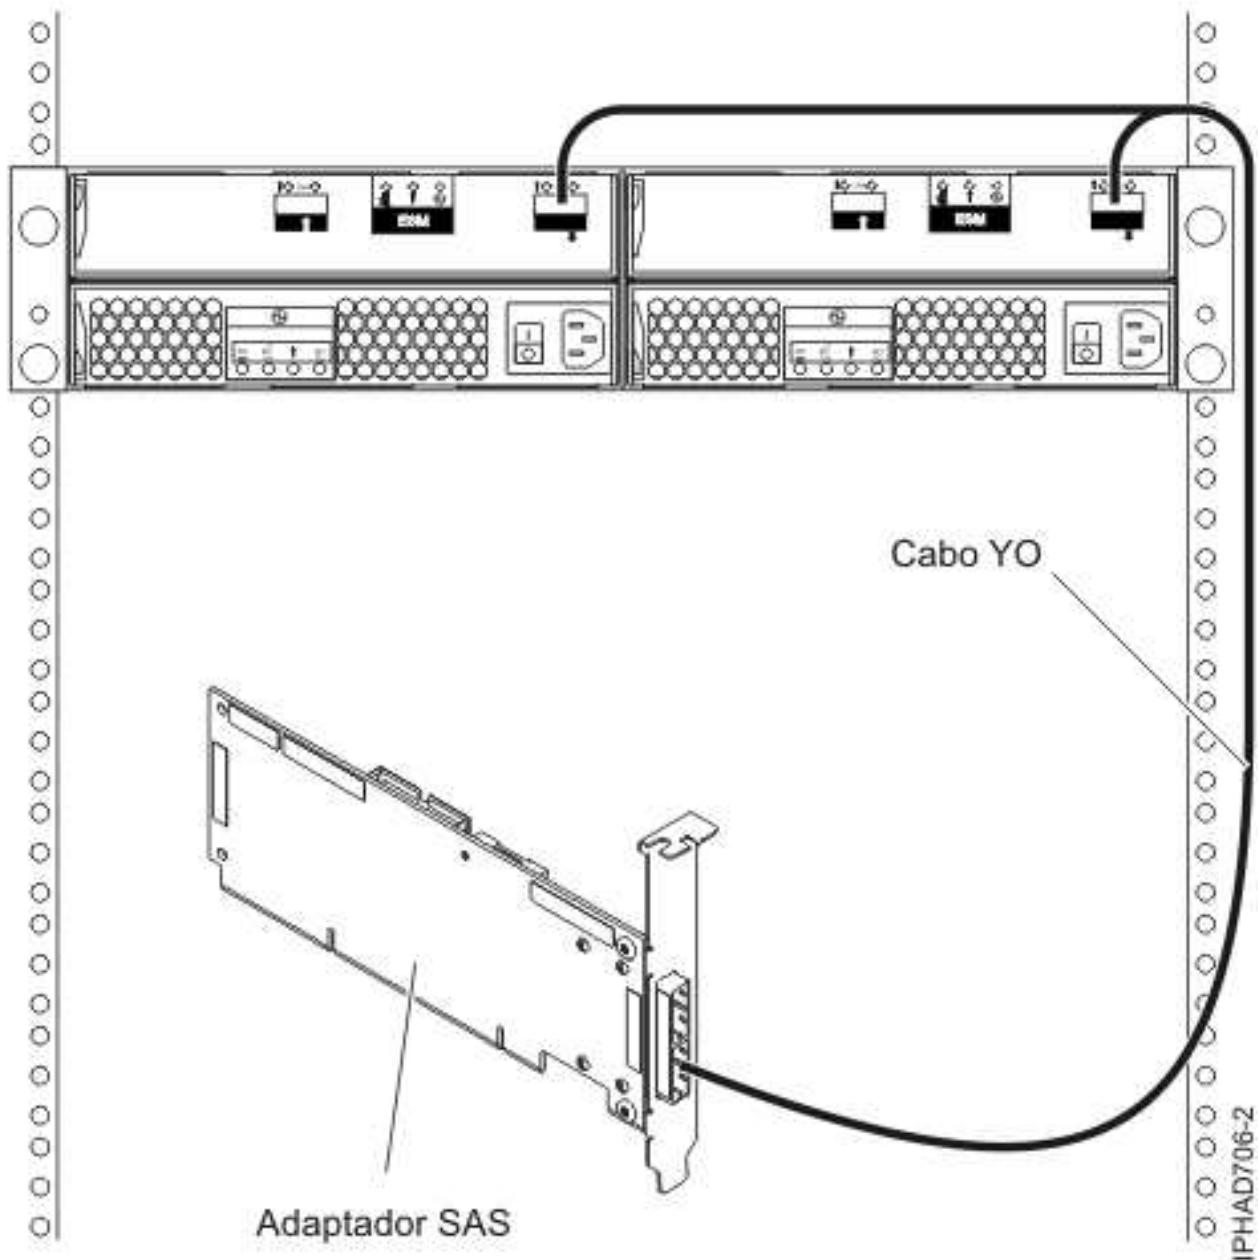
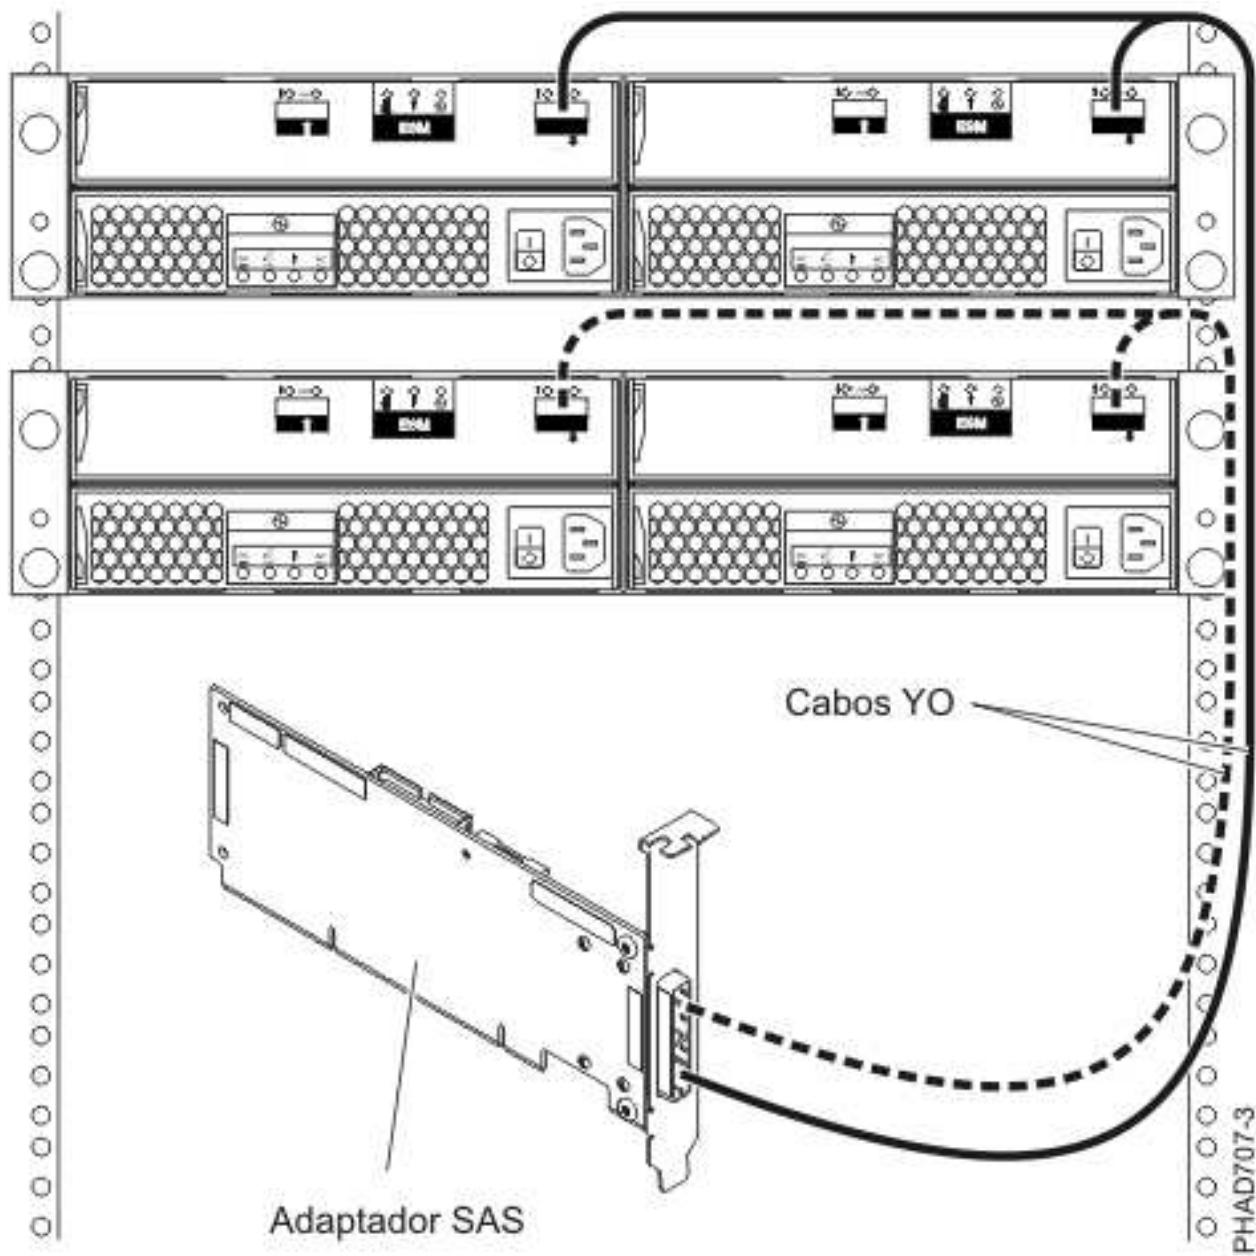
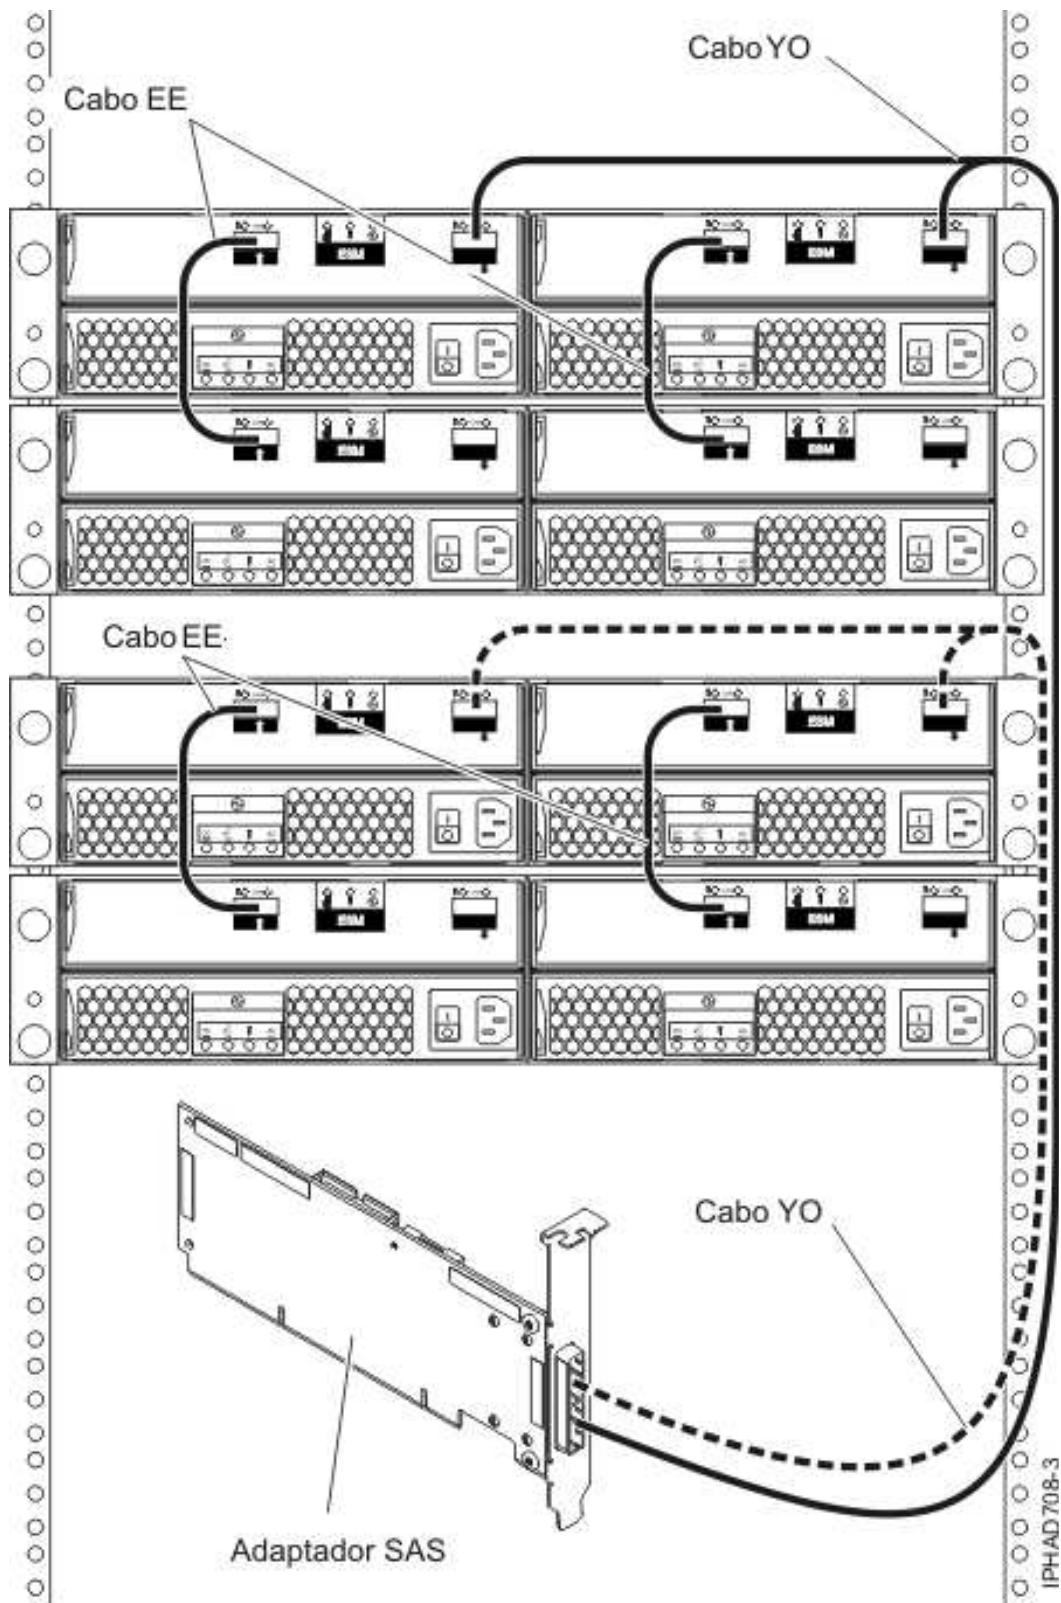
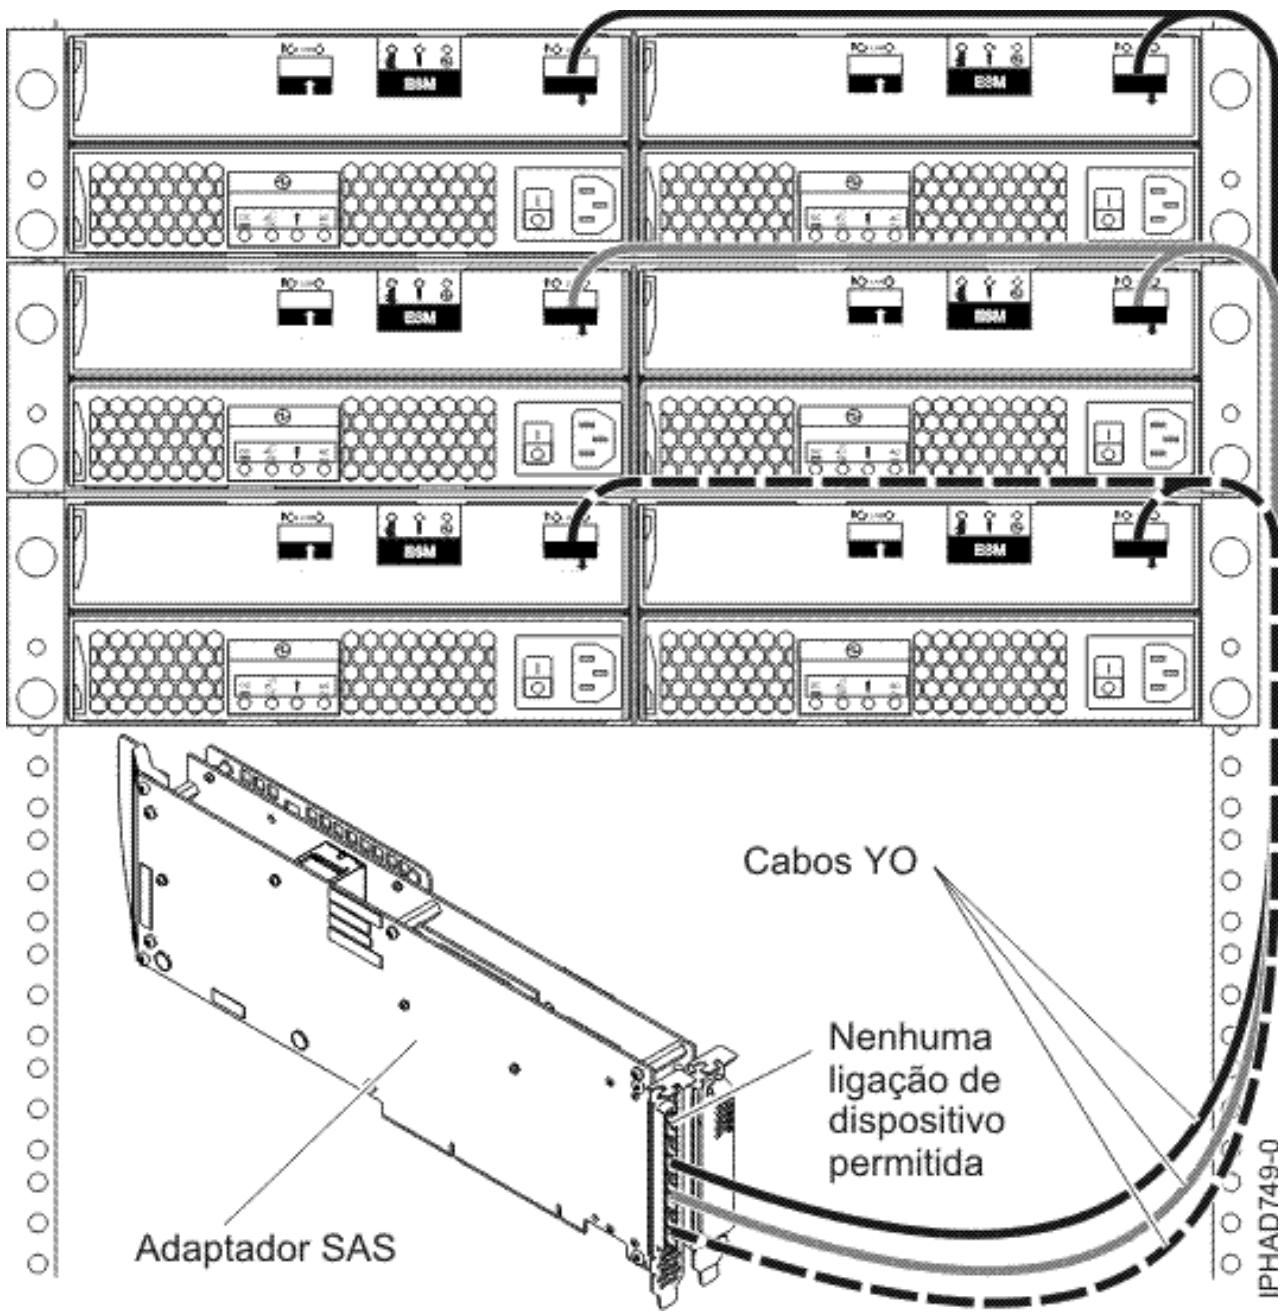

Figura 56. Adaptador SAS a uma gaveta de expansão de disco
Figura 57. Adaptador SAS para duas gavetas de expansão de disco
Figura 58. Adaptador SAS para quatro gavetas de expansão de disco
Figura 59. Adaptador SAS de três portas para gavetas de expansão de disco
A Figura 56 na página 125, Figura 57 na página 126, Figura 58 na página 127 e Figura 59 na página 128 ilustram a ligação de um adaptador SAS a um, dois, três ou quatro gavetas de expansão de disco. Também é possível ligar três gavetas de expansão de disco através da omissão de uma das gavetas em cascata apresentadas em Figura 58 na página 127. As gavetas de expansão de disco podem ser dispostas em cascata de apenas um nível.
Quando ligar apenas unidades de disco rígido, também é possível dispor em cascata uma segunda gaveta de expansão de disco fora de duas das três gavetas para um máximo de cinco gavetas de expansão de disco por adaptador. Consulte Figura 58 na página 127. As gavetas de expansão de disco podem ser dispostas em cascata de apenas um nível.
A Figura 61 na página 130 ilustra a ligação de um adaptador SAS a uma gaveta de expansão do disco e a uma gaveta de expansão de suporte de dados em portas de adaptador separadas. É igualmente possível dispor em cascata uma segunda gaveta de expansão (consulte Figura 58 na página 127).
- O segundo conector no adaptador pode ser utilizado para ligar uma gaveta de expansão de disco ou de suportes conforme se mostra em Figura 56 na página 125 ou Figura 60 na página 129.
- Os dois conectores restantes no adaptador podem ser utilizados para ligar gavetas de expansão conforme se mostra em Figura 59 na página 128.
Quando ligar apenas unidades de disco rígido, também é possível dispor em cascata uma segunda gaveta de expansão de disco fora de duas das três gavetas para um máximo de cinco gavetas de expansão de disco por adaptador. Consulte Figura 58 na página 127.